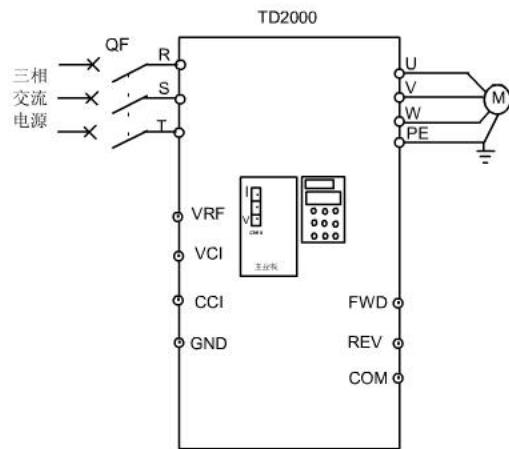

图3-9 基本配线图
- (1)取下盖板;
- (2)将电源线接到主路输入端子R、S、T上, 如图3-9所示;
- (3)将负载(电机)线连到变频器输出端子U、V、W上, 如图3-9所示;
- (4)将“PE”点安全接地;
- (5)将取下的盖板重新安装好。